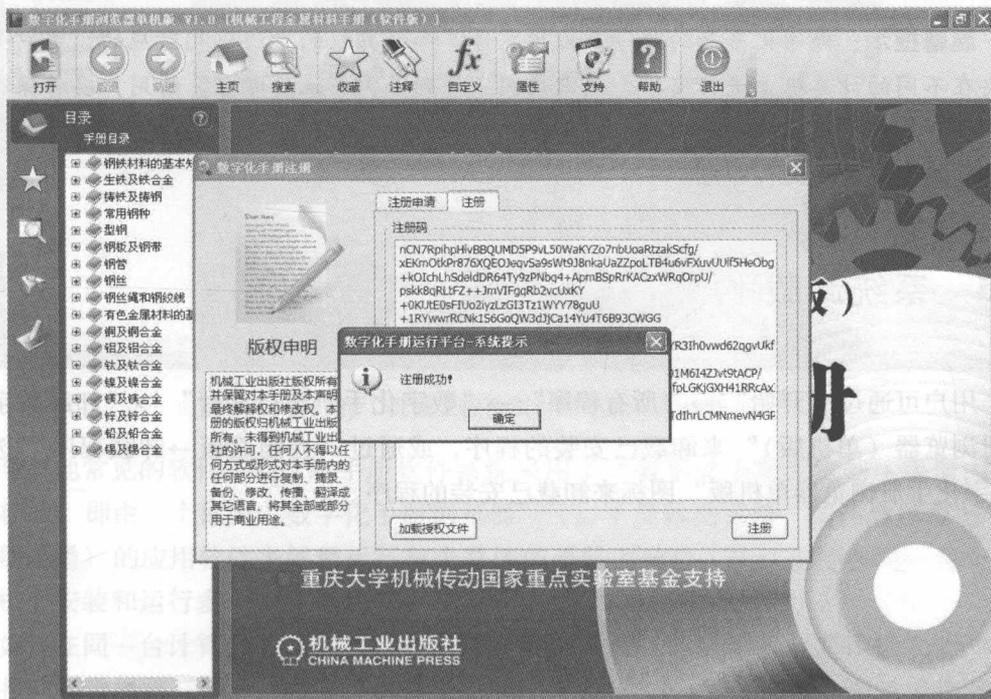

图 1-14 “注册成功”信息提示框
2) 注册通过后,数字化手册浏览器将显示“注册成功”的信息提示框,如图1-14所示,表示用户已取得授权,单击“确定”按钮,即可正常使用数字化手册。